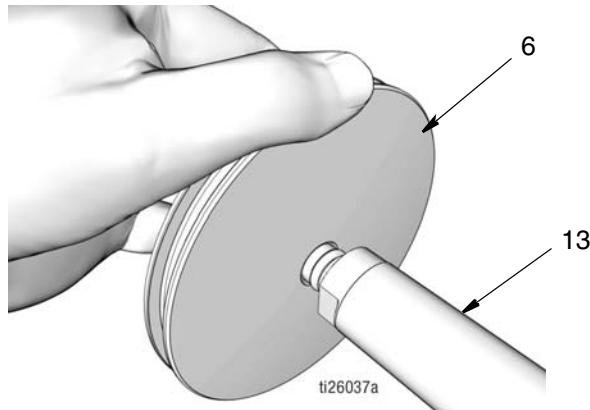

图 47
- 推活塞 (6) 在活塞杆 (13) 的端头上，直至其位于杆上 (图 47)。